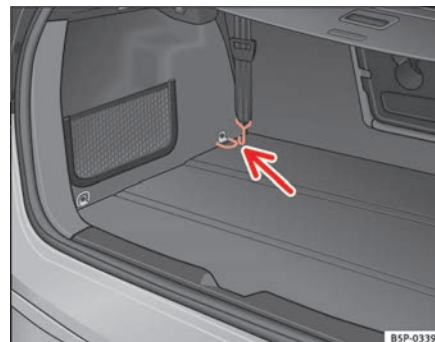

Fig. 127 Argollas de amarre para tensar la red separadora
- Enganche los cinturones en las argollas de amarre anteriores para tensar la red. ⇒ página 157, fig. 127